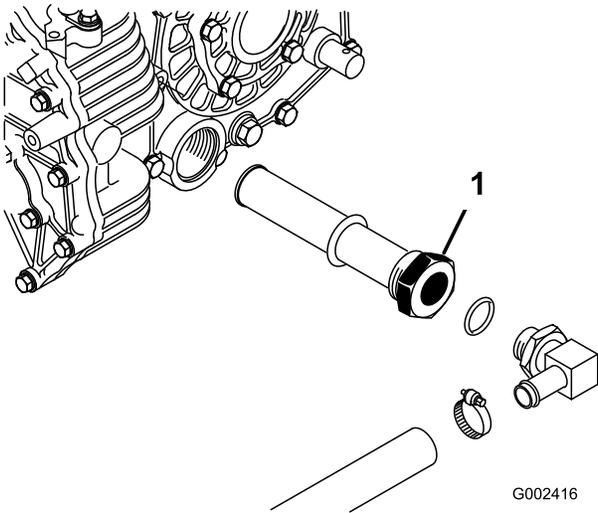

Figure 70
- Notez l'orientation du flexible hydraulique et du raccord à 90° raccordé à la crépine sur le côté du réservoir (Figure 70).